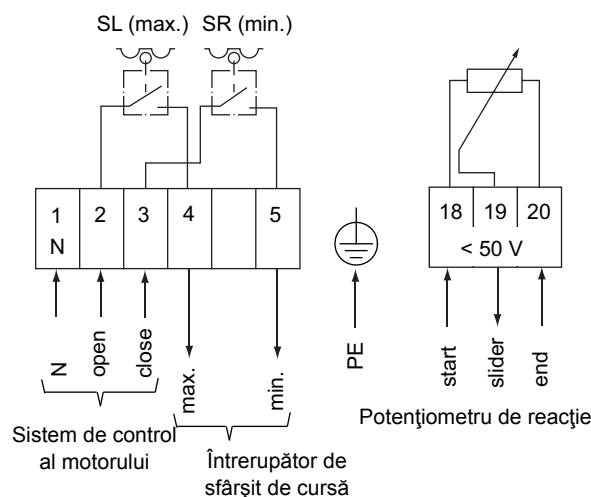

Fig. 20 Diagramă de conexiune borne servomotor cu potențiomtru
2. Realizați conexiunile electrice conform schemei de circuite, vezi fig. 20.